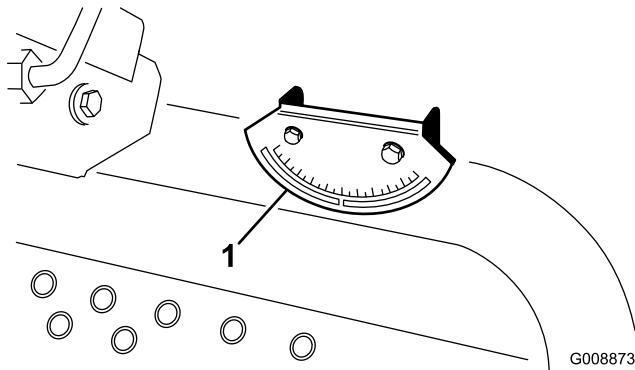

Рисунок 6
2. Убедитесь в том, что машина находится в горизонтальном положении, можно, установив ручной уклонометр (поставляемый в комплекте с машиной) на поперечную балку рамы рядом с топливным баком (Рисунок 6). Уклонометр должен показать ноль градусов, если смотреть с рабочего места оператора.